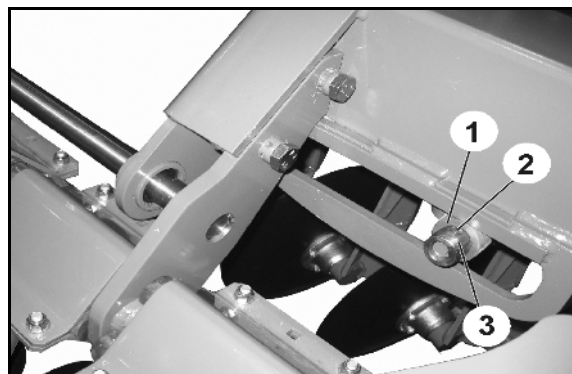

Рис. 68
Для замены ролика (Рис. 68/1) поставьте разложенный агрегат так, чтобы не было нагрузки на ролик.
1. Ослабьте резьбовое соединение (Рис. 68/2).
2. Снимите втулку (Рис. 68/3).